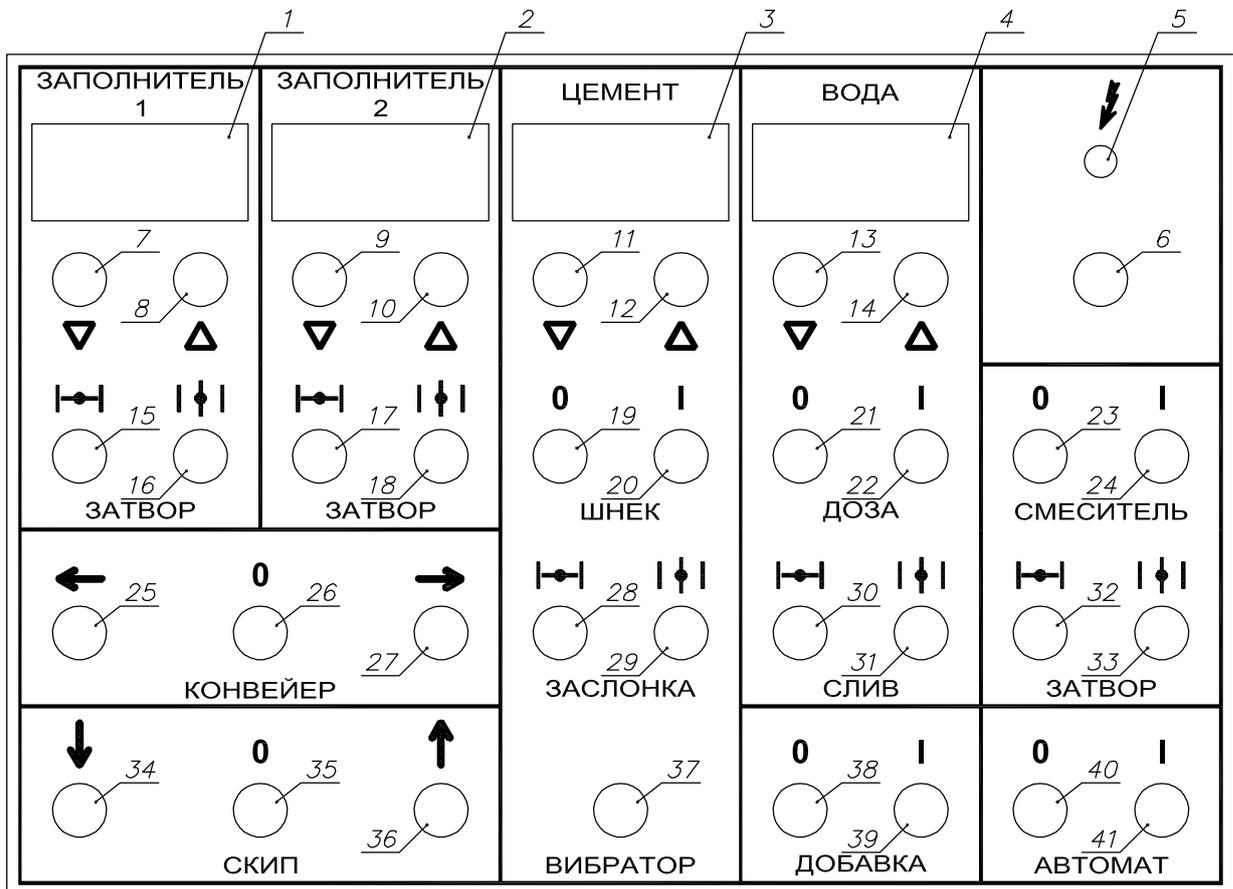

Рисунок 2 – Панель управления
Установка нулевых значений для каждого дозатора осуществляется одновременным кратковременным нажатием кнопок «Больше», «Меньше» для соответствующего дозатора, например, для дозатора компонента «Заполнитель 1» – это кнопки поз.7, 8 (рис. 2).
Дозирование цемента производится в полуавтоматическом режиме. Запуск дозирования осуществляет оператор кратковременным нажатием на кнопку включения шнекового конвейера поз.20 (рис. 2), при этом включается подача цемента в бункер дозатора цемента. Индикатор «Подача цемента» сигнализирует о работе шнекового конвейера. Текущее значение набранного веса цемента отображается на индикаторе весового контроллера поз.3 (рис. 2). При достижении веса уставки шнековый конвейер выключается автоматически. При необходимости, выключение шнекового конвейера осуществляется кратковременным нажатием на кнопку поз.19 (рис. 2). Схема пульта управления предусматривает блокировки включения шнекового конвейера (см. таблицу 2).
Дозирование воды производится в полуавтоматическом режиме. Запуск дозирования осуществляет оператор кратковременным нажатием на кнопку включения насоса воды поз.22 (рис. 2), при этом включается подача воды в бак дозатора воды. Индикатор «Подача воды» сигнализирует о работе насоса воды. Текущее значение набранного веса воды отображается на индикаторе весового контроллера поз.4 (рис. 2). При достижении веса уставки насос воды выключается автоматически. При необходимости, выключение насоса воды осуществляется кратковременным нажатием на кнопку поз.21 (рис. 2). Схема пульта управления предусматривает блокировки включения насоса воды (см. таблицу 2).
Дозирование компонентов заполнителя происходит последовательно в полуавтоматическом режиме. Запуск дозирования осуществляет оператор кратковременным нажатием на кнопку открытия затвора компонента «Заполнитель 1», поз.16 (рис. 2). Индикатор «Подача заполнителя 1» сигнализирует о работе соответствующего дозатора. Текущее значение набранного веса компонента «Заполнитель 1» отображается на индикаторе весового контроллера поз.1 (рис. 2). В ходе дозирования регулирование подачи компонента происходит автоматически, по мере приближения к весу уставки. При достижении веса уставки подача компонента «Заполнитель 1» выключается автоматически. При необходимости, выключение подачи компонента «Заполнитель 1» осуществляется кратковременным нажатием на кнопку поз.15 (рис. 2). Схема пульта управления предусматривает блокировки включения подачи компонента «Заполнитель 1» (см. таблицу 2).
Дозирование компонента «Заполнитель 2» происходит после окончания дозирования компонента «Заполнитель 1» по аналогичным режимам подачи компонента. Управление дозированием компонента «Заполнитель 2» осуществляется кнопками поз.17, 18 (рис. 2).
Разгрузка ленточного конвейера включается кратковременным нажатием на кнопку поз.25 (рис. 2). Выключение ленточного конвейера осуществляется кратковременным нажатием на кнопку поз.26 (рис. 2). При необходимости реверсивного движения ленты конвейера необходимо нажать и удерживать кнопку поз.27 (рис. 2). Запуск реверса возможен только при остановленном конвейере. Индикаторы поз.25, 27 (рис. 2) сигнализируют о работе привода ленточного конвейера на прямой пуск и на реверс соответственно.
Запуск привода смесителя осуществляется нажатием на кнопку поз.24 (рис. 2) не менее двух секунд. Выключение привода смесителя осуществляется кратковременным нажатием на кнопку поз.23 (рис. 2). Индикатор поз.24 (рис. 2) сигнализируют о работе привода смесителя.
Запуск разгрузки скипа в смеситель осуществляется кратковременным нажатием на кнопку поз.36 (рис. 2), индикатор, совмещенный с кнопкой, сигнализирует о достижении скипом верхнего положения. При достижении скипом верхнего положения выключение подъема скипа происходит автоматически. При необходимости, выключение привода скипового подъемника осуществляется кратковременным нажатием на кнопку поз.35 (рис. 2). Схема пульта управления предусматривает блокировки включения привода подъемника (см. таблицу 2).
Запуск разгрузки дозатора цемента в смеситель осуществляется кратковременным нажатием на кнопку поз.29 (рис. 2), индикатор, совмещенный с кнопкой, сигнализирует об открытии поворотной заслонки и сбросе цемента. Закрытие поворотной заслонки дозатора цемента осуществляется кратковременным нажатием на кнопку поз.28 (рис. 2).
Запуск опускания скипа в нижнее положение осуществляется кратковременным нажатием на кнопку поз.34 (рис. 2), индикатор, совмещенный с кнопкой, сигнализирует о достижении скипом нижнего положения. При достижении скипом нижнего положения выключение привода скипа происходит автоматически. При необходимости, выключение
привода скипового подъемника осуществляется кратковременным нажатием на кнопку поз.35 (рис. 2).
Запуск разгрузки дозатора воды в смеситель осуществляется кратковременным нажатием на кнопку поз.31 (рис. 2), индикатор, совмещенный с кнопкой, сигнализирует об открытии поворотной заслонки и сливе воды. Закрытие поворотной заслонки дозатора воды осуществляется кратковременным нажатием на кнопку поз.30 (рис. 2).
Запуск разгрузки смесителя осуществляется кратковременным нажатием на кнопку поз.33 (рис. 2), индикатор, совмещенный с кнопкой, сигнализирует об открытом положении затвора. Закрытие затвора смесителя осуществляется кратковременным нажатием на кнопку поз.32 (рис. 2).
Запуск автоматического режима работы осуществляется кратковременным нажатием на кнопку поз.41 (рис. 2), индикатор, совмещенный с кнопкой, сигнализирует о включении автоматического режима. После запуска происходит автоматический набор установленных доз компонентов. Для продолжения первого цикла необходимо кратковременно нажать на кнопку «Скип вверх», поз.36 (рис. 2). Далее происходит последовательная загрузка компонентов в смеситель и перемешивание. По окончании времени перемешивания индикатор поз.41 (рис. 2) перейдет в мигающий режим, сигнализируя о готовности смеси. При необходимости, выключение автоматического режима осуществляется кратковременным нажатием на кнопку поз.40 (рис. 2).
Запуск следующего цикла осуществляется кратковременным нажатием на кнопку «Скип вверх», поз.36 (рис. 2) – происходит следующий цикл замеса по вышеописанной последовательности, при этом индикатор поз.41 (рис. 2) перейдет в режим непрерывного свечения, а по окончании замеса – в мигающий режим.
1. Выключить все исполнительные механизмы, при этом на панели управления должны быть включены только лампа «Сеть» поз.5 (рис. 2), индикатор закрытого положения затвора смесителя поз.32 (рис. 2) и индикация на весовых контроллерах поз.1 – поз.4 (рис.2).
2. Нажать на кнопку «Общий стоп» поз.6 (рис. 2). Кнопка зафиксируется в нажатом положении, при этом на панели управления останется включенной только лампа «Сеть» поз.5 (рис. 2).